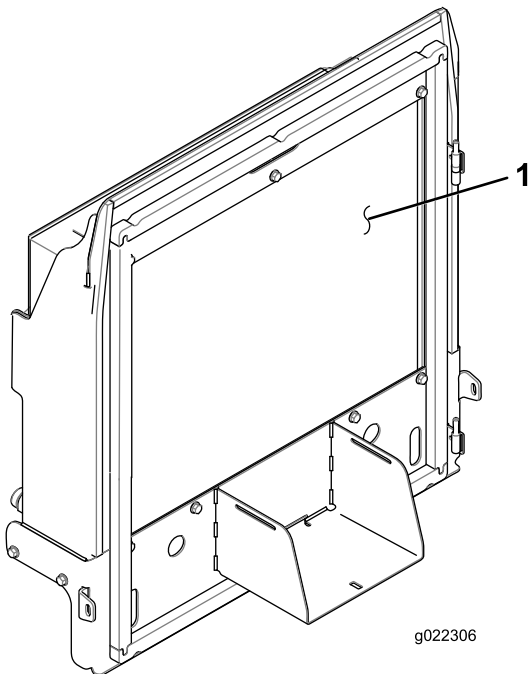

図 70
4. ラジエターとオイルクーラの裏表図 70を圧縮空気で丁寧に清掃する。